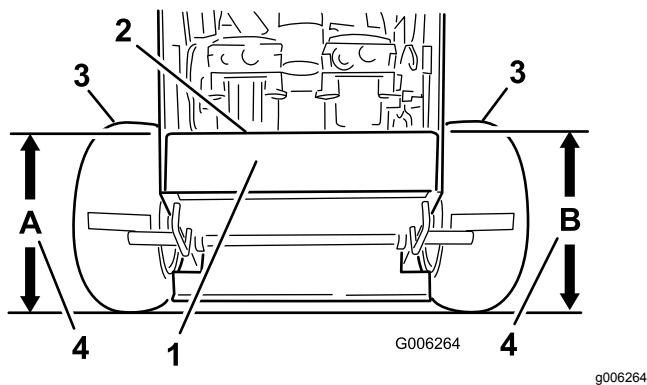

Рисунок 55
4. Измерьте высоту деки двигателя в точке **A** (Рисунок 55).
5. Измерьте высоту деки двигателя в точке **B** (Рисунок 55).